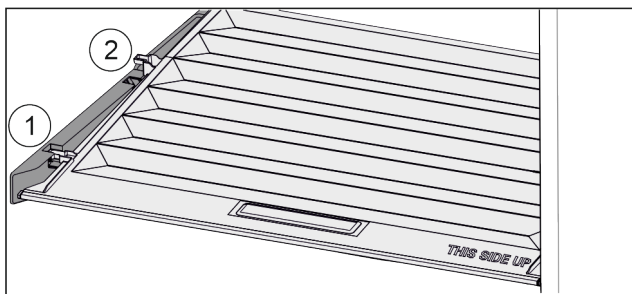

Fig. 94
- ▶ Veko potiahnite dopredu až k otvoru v prídržných dieloch Fig. 94 (1).
- ▶ Vzadu ho nadvihnite zospodu a zložte smerom nahor Fig. 94 (2).